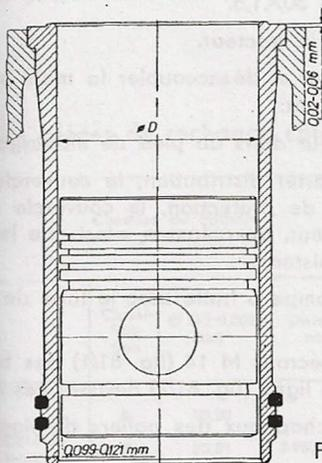

Fig. 77
2. Emmancher sur la chemise de cylindre son joint de caoutchouc (fig. 77). Attention qu'il ne soit pas tordu.
4. Vérifier le dépassement correct de la chemis de cylindre (de 0,02 à 0,06 — fig. 77).